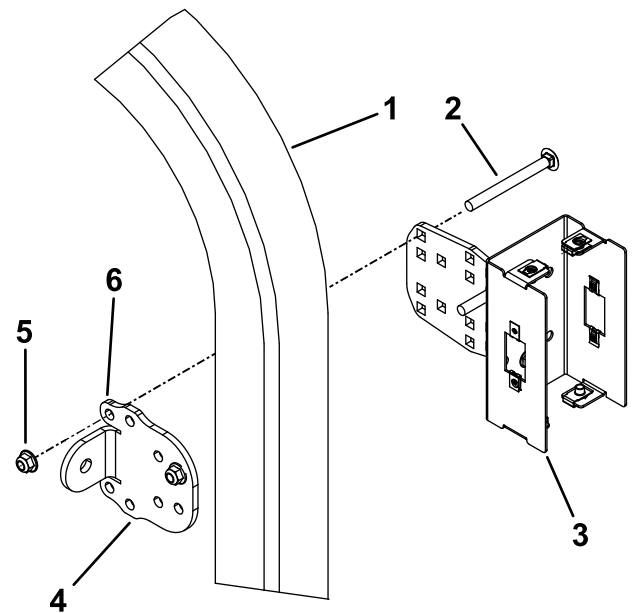

Figure 5
9. En vous aidant des trous utilisés par les étriers filetés, fixez le feu sur l'arceau de sécurité avec le support de pare-soleil existant, 4 boulons de carrosserie ($\frac{3}{8}$ x 3, 4 ou 5 po) et 4 contre-écrous ($\frac{3}{8}$ po); voir Figure 5.